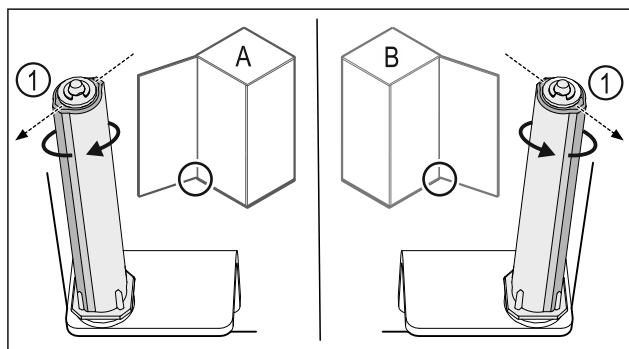

Fig. 23 Μεντεσέδες αριστερά (A) / Μεντεσέδες δεξιά (B)
- Περιστρέψτε το σύστημα κλεισίματος κόντρα στην αντίσταση, μέχρι ο κορμός του συστήματος κλεισίματος Fig. 23 (1) να είναι στραμμένος προς τα έξω.